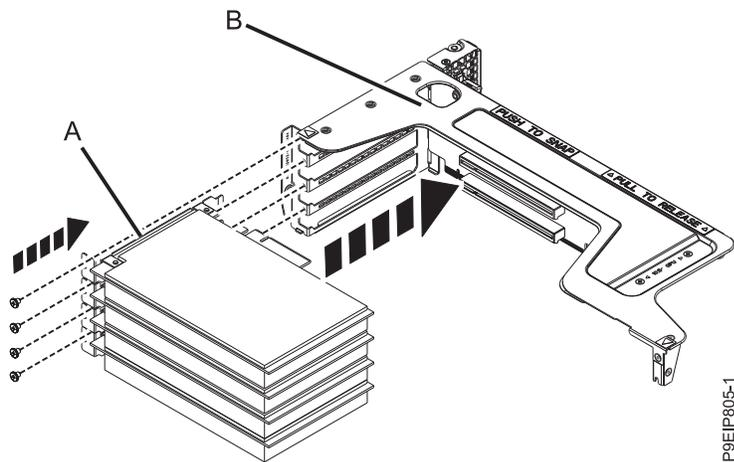

図 59. ライザーへの PCIe アダプターの挿入
- b. アダプター (A) のプラグを PCIe アダプター・ライザー (B) 内の正しいスロットに差し込みます (55 ページの図 59 を参照)。